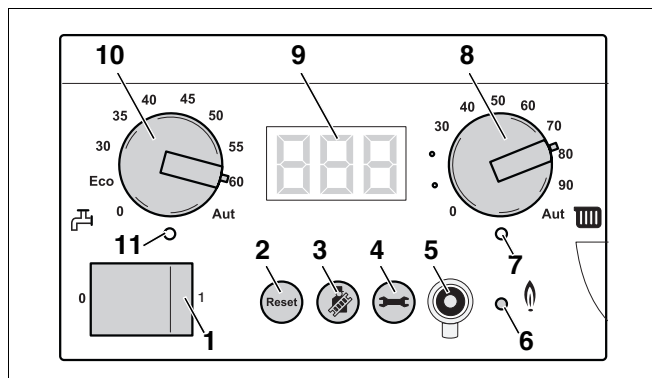

Рис. 123 Главный регулятор BC10
- Включить отопительную установку с помощью пускового выключателя главного регулятора Logamatic BC10 (рис. 123, поз. 1).